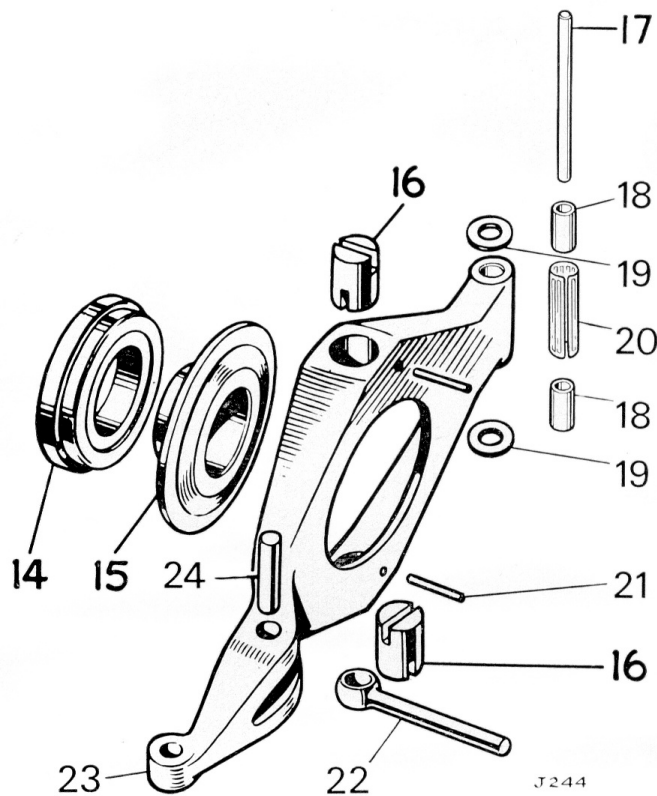

Fig. 12. Vue éclatée de l'ensemble bras transversal (Herald 1200, 12/50, 13/60 et Spitfire)
Se référer à la Fig. 12 pour les modèles Herald 1200, 12/50, 13/60 et Spitfire : chasser la goupille (17) de la cloche d'embrayage et retirer le levier (22). Retirer les goupilles (21) et libérer le manchon de butée de débrayage (15) en extrayant les bouchons (16). Retirer la butée de débrayage (14) de son manchon.